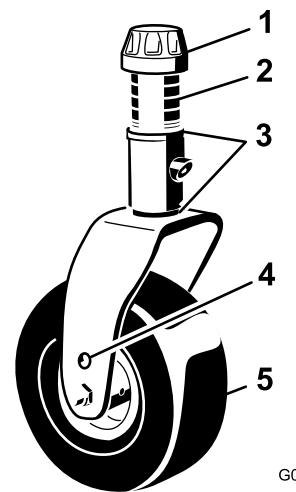
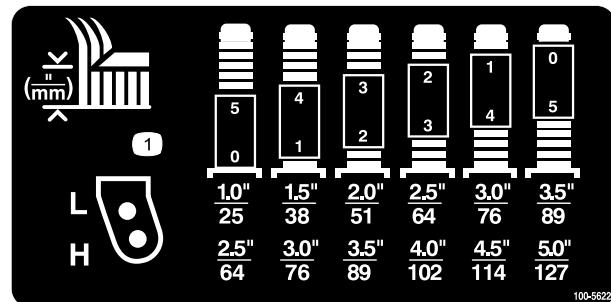
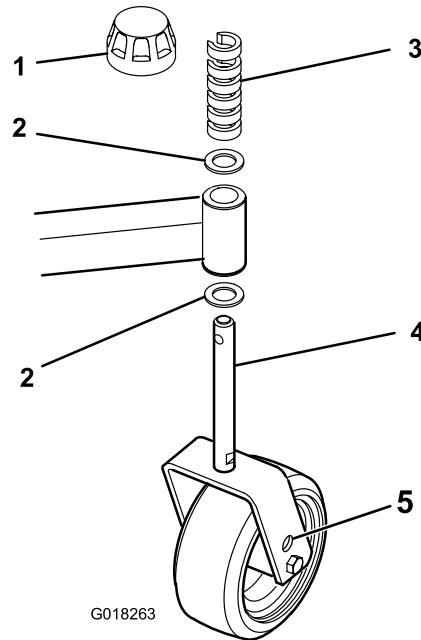

Figura 7
Figura 8
Figura 9
2. Posizionate gli assali delle ruote orientabili negli stessi fori di tutte le forcelle. Fate riferimento a Figura 7, Figura 8 e Figura 9 per determinare i fori adeguati all'impostazione voluta.
1. Togliete il cappuccio di tensione dall'asse del perno (Figura 7) ed estraete il perno dal braccio della ruota orientabile. Montate i due spessori (3 mm) sull'asse del perno come erano montati in origine. Questi spessori servono per ottenere un livellamento sull'intera larghezza degli apparati di taglio. Mettete il numero opportuno di distanziali da 13 mm sull'asse del perno, fino ad ottenere l'altezza di taglio richiesta, quindi montate la rondella sul perno.
Fate riferimento a Figura 8 per determinare le combinazioni di distanziali necessari per l'impostazione voluta.
1. Rimuovete il cappuccio di tensione dall'asse del fusello (Figura 9).